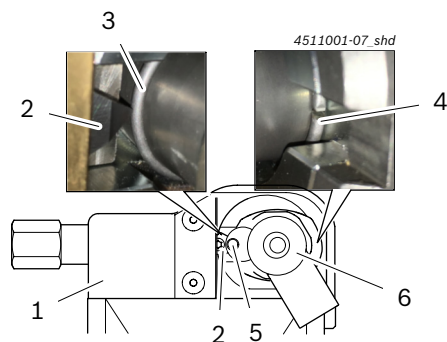

Рис. 8: Правильное положение пружинного стопорного кольца
4. Поверните разрез пружинного стопорного кольца (Рис. 8, поз. 4) в сторону, противоположную стенке наибольшей толщины.
- ⇒ Пружинное стопорное кольцо (Рис. 8, поз. 3) установлено точно на высоте поворотной режущей пластины (Рис. 8, поз. 2).